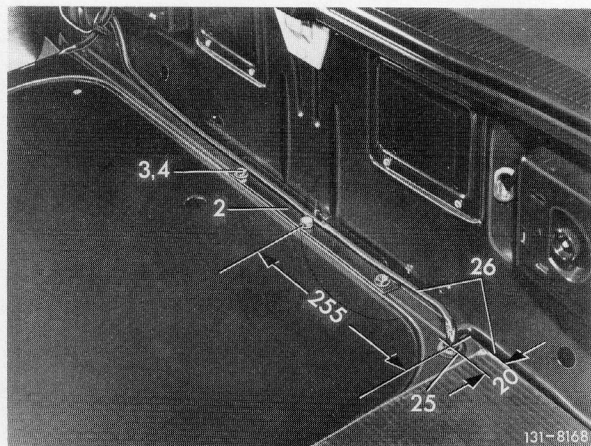

Bild 2
- 4 Von Mitte Kofferraumboden ausgehend (Fahrzeugmitte ist im Heckmittelstück eingepreßt) 3 Befestigungslöcher für die Gegenlasche (2) anzeichnen. Dazu Gegenlasche (2) in den Kofferraumboden so einlegen, daß die Kante der Gegenlasche (2) mit der Kante Kofferraumboden-Ersatzradmulde abschließt. Beim Anzeichnen die Löcher in der Gegenlasche (2) als Schablone verwenden (Bild 2).
5 Die am Kofferraumboden angezeichneten Löcher sowie die drei außen am Heckmittelstück serienmäßig angekörnten Löcher mit 10,5 mm Durchmesser bohren (Bild 2 bis 4).
6 Querträger mit Kugelhals (1) zwischen Ersatzradmulde und Heckmittelstück einführen und mit den Gegenlaschen (2) und den Teilen (3 und 4) am Kofferraumboden und Heckmittelstück anschrauben (Bild 2 und 4).